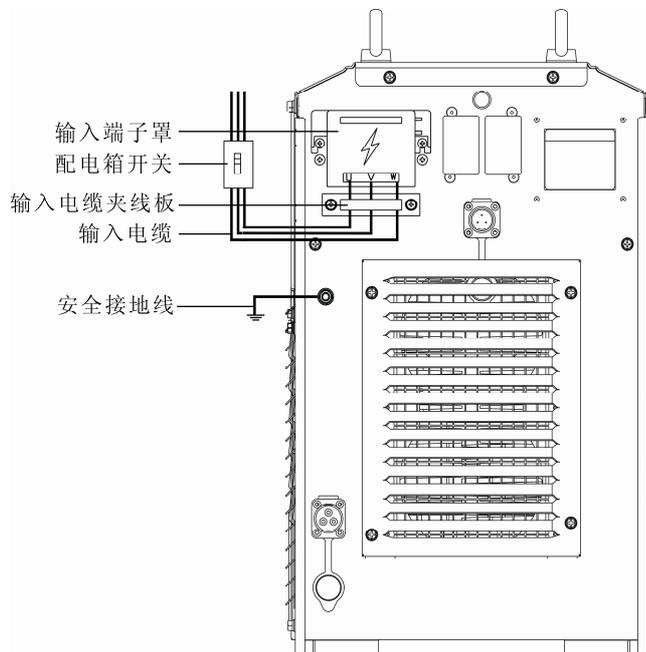

图2-7 电源输入侧连接示意图
2. 将输入电缆的一侧连接到电源输入端子，并用电缆夹线板固定，将输入电缆中的安全接地线接到焊接电源外壳 M6 接地螺柱上，如图 2-7 所示。